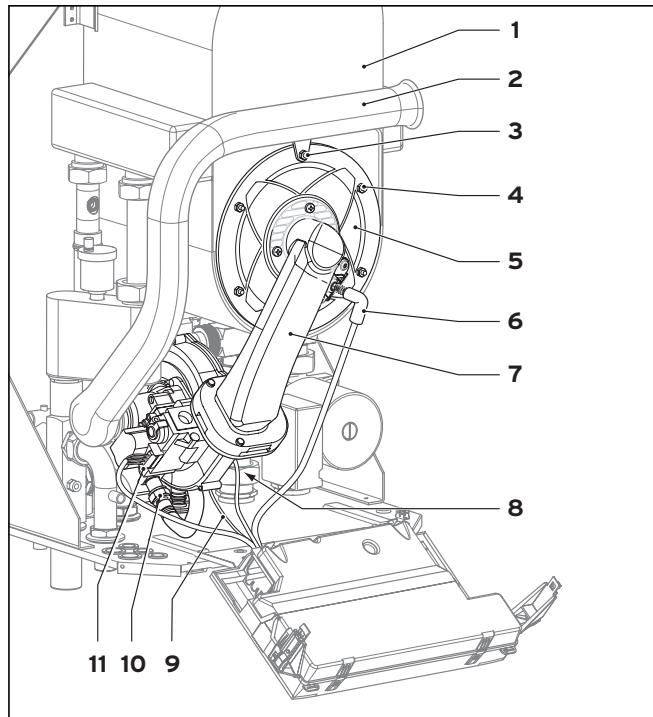
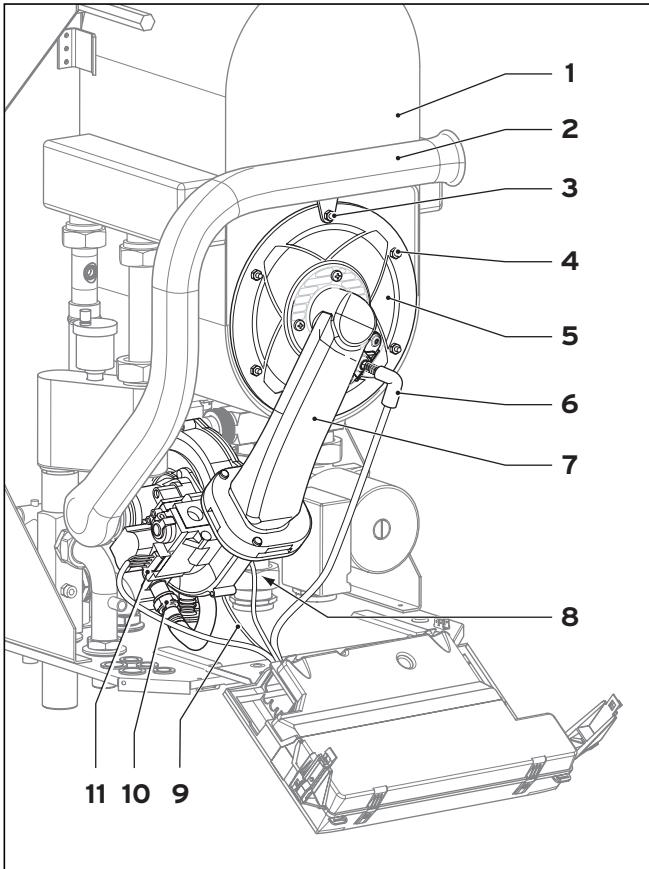

Рис. 7.1 Демонтаж термо-модуля
Рис. 7.3 Монтаж термо-модуля
Термо-модуль состоит из вентилятора с регулируемой частотой вращения, газовой арматуры, смесительной трубы, а также горелки с фланцем. Эти четыре узла образуют термо-модуль. При демонтаже соблюдайте следующий порядок действий: (см. рис. 7.1)
- Отпустите крепежный винт (3) трубы всасывания воздуха и поверните трубу всасывания воздуха (2) вперед; затем снимите трубу со всасывающего патрубка.
- Вытащите оба штекера запального и заземляющего провода из запального электрода (6).
- Отсоедините линию подачу газа (10) на нижней стороне газовой арматуры (рис. 7.1).
- Снимите кабель (8) с двигателя вентилятора (муфта), сигнальный кабель PWM под вентилятором (9) и кабель, ведущий к газовой арматуре (11).
- Отпустите 6 гаек (4).
- Установите термо-модуль (5) на интегральный конденсационный теплообменник (1) (рис. 7.3).
- Равномерно затяните 6 гаек (4) в крестообразном порядке.
- Установите трубу всасывания воздуха (2, рис. 7.1) на всасывающий патрубок и затяните винт (3).
- Присоедините линию подачу газа (10) с новым уплотнением (ET-№ 981142) к газовой арматуре. Для этого используйте подходящий гаечный ключ.
- Подключите оба штекера запального и заземляющего провода к запальному электроду (6).
- Установите на место кабель (8) на двигатель вентилятора (муфта), сигнальный кабель PWM под вентилятором (9) и кабель, ведущий к газовой арматуре (11).